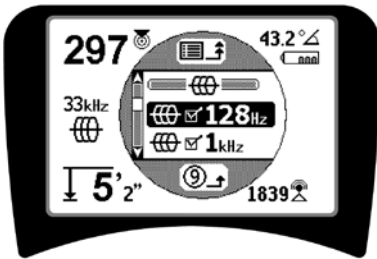

Rysunek 14: Wyróżnianie żadanej częstotliwości (128 Hz)
2. Wyróżnij żadaną częstotliwość korzystając z klawiszy W górę i W dół (Rysunek 14). W powyższym przykładzie operator uaktywnia częstotliwość 128 Hz.